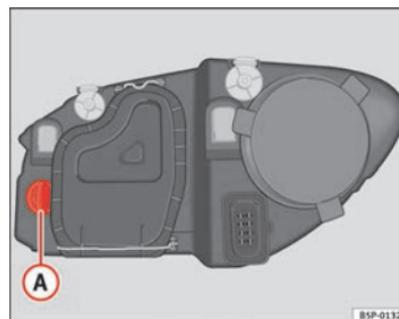

Fig. 184 Ampoule du clignotant
- Tournez la douille d'ampoule ⇒ fig. 184 Ⓐ vers la gauche puis tirez.